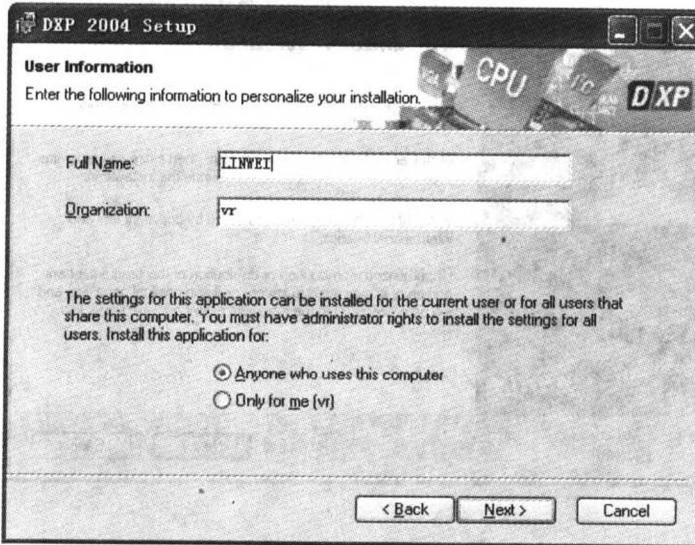
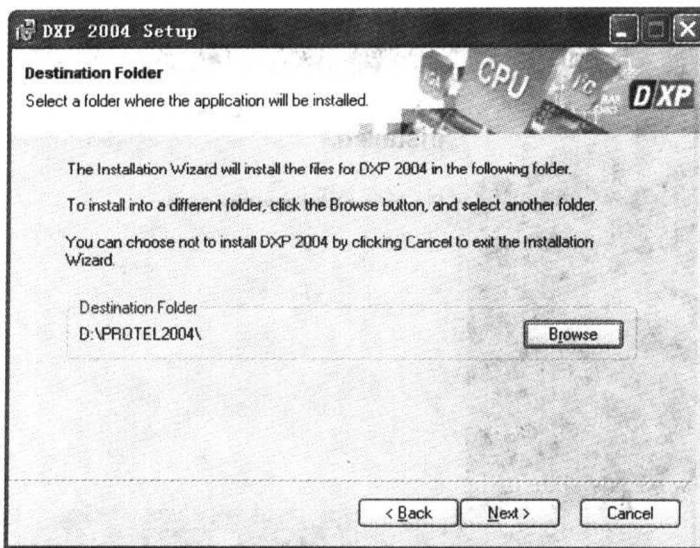

图 1-4 填写用户信息
图 1-5 设定安装路径
5) 在选择了【I accept the license agreement】选项，并按下【Next】按钮之后，填写用户信息的对话框将会出现在用户面前。在图 1-4 所示的对话框中，用户可以简单地填写自己的姓名、单位，并对安装之后的 Protel 2004 的使用权限进行简要的设定。设定完毕之后，单击【Next】按钮进入下一个画面，如图 1-5 所示。
6) 在图 1-5 所示的画面中，用户需要选择 Protel 2004 的安装路径。系统默认的安装路径是 Windows XP 所在盘的 Program Files/Altium/目录。用户可以通过单击【Browse】按钮来更改安装路径。